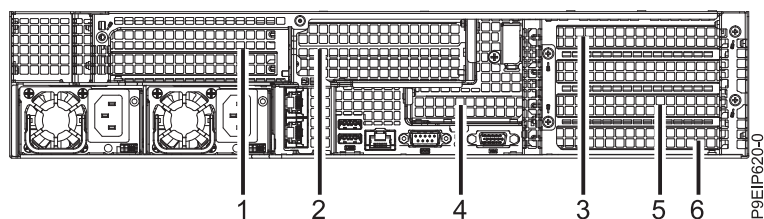

Figure 53. Positions des cartes PCIe 9006-22P
2. Une carte peut partager une carte mezzanine PCIe avec d'autres cartes. Étiquetez et retirez tous les câbles et connecteurs sortant des cartes. Voir figure 53, à la page 87.